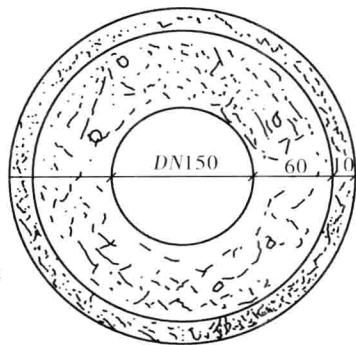

图 1-5 管道保温示意图
**【例5】** 如图1-5所示,某工程DN150管需作保温,管道总长为100m,用细玻璃棉壳保温,外缠玻璃布保护层,其中保温层厚度 $\delta_1 = 60\text{mm}$ ,保护层厚度 $\delta_2 = 10\text{mm}$ 。试计算其工程量。